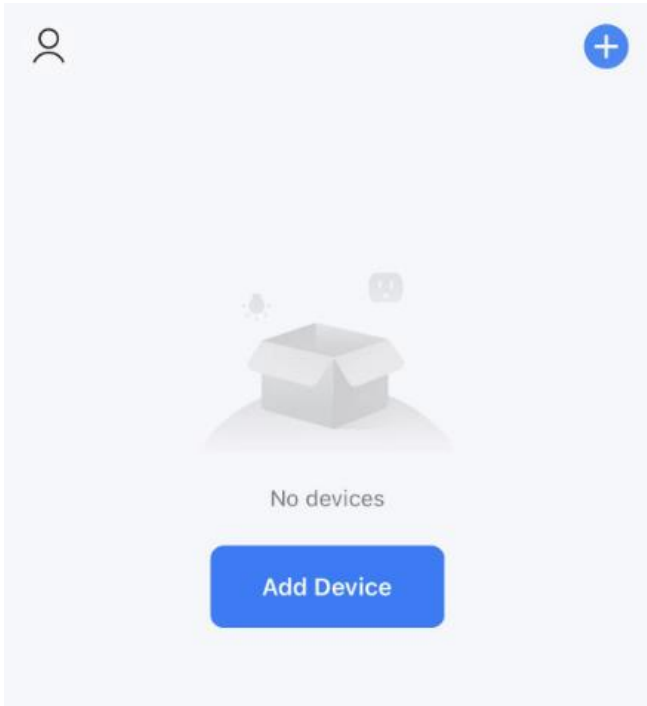

Fig. 1
2. Registrarsi o accedere al proprio account sull'app. Premere "+" in alto a destra o il pulsante "Add device" per aggiungere l'apparecchio (Fig. 1).